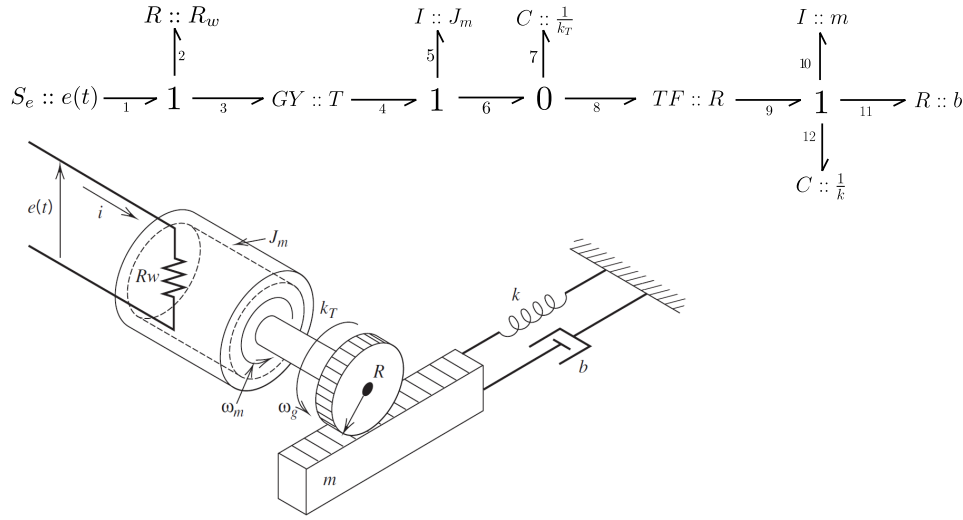

Figure 8: Vue schématique d'un système de positionnement pignon-crémaillère actionné par un moteur à courant continu, et son modèle Bond Graph associé
Exercice 6 (systèmes de positionnement pignon-crémaillère) Dans cet exercice, nous considérons un système de positionnement pignon-crémaillère qui est actionné par un moteur à courant continu (voir figure 8). L'enroulement du moteur à courant continu a une résistance R_w et est commandé par la tension d'entrée $e(t)$. Le rotor et les autres pièces tournantes ont une inertie totale de rotation J_m , tandis que l'arbre rotatif a une compliance (raideur
en torsion) k_T . Le pignon de rayon R entraîne une crémaillère de masse m à laquelle sont attachés un ressort de raideur k et un amortisseur de coefficient (frottement visqueux) b . Le couple du moteur, $\tau(t)$, est lié au courant électrique $i(t)$, par la relation $\tau(t) = Ti(t)$. Le Bond Graph correspondant à ce système est donné dans la figure 8 (partie supérieure) avec la causalité considérée et la numérotation choisie pour les liaisons. Toutes les équations constitutives de ce modèle sont supposées linéaires et stationnaires.
2. Donner ces équations d'état sous une forme exécutable en mettant en oeuvre l'algorithme PS³, en utilisant la numérotation des variables de ports et l'ordre des calculs suggéré par la causalité (figure 8, partie supérieure).